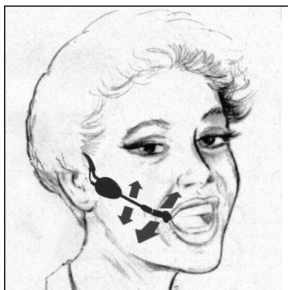

Fig. 2: Posicionar o microfone.
- Veja fig. 2. 3. Busque a melhor posição durante o soundcheck.